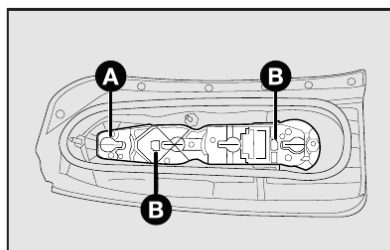

fig. 36
- 3) retirar o conjunto de lâmpadas atuando nas travas **B-fig. 36**;